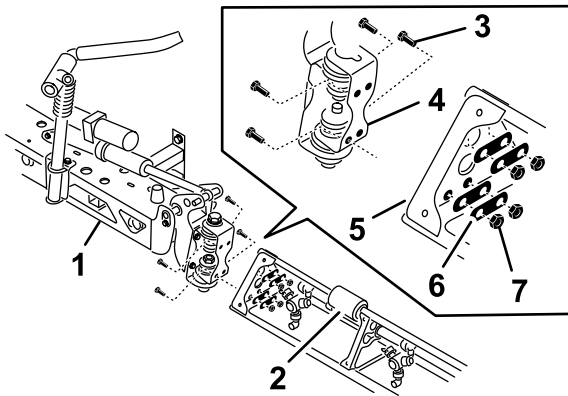

Bild 30
- Drehen Sie jede Schwenkhalterung am Ende des mittleren Auslegerabschnitts so, dass die Halterungen vertikal ausgefluchtet sind (Bild 30).
- Montieren Sie die Scharnierplatte mit vier Bundkopfschrauben, vier Rückplatten und vier Sicherungsbundmuttern an der dreieckigen Platte, die Sie in Schritt 1 entfernt haben, wie in Bild 30 abgebildet.
- Fluchten Sie das Stangenende des Auslegerhubzylinders mit den Löchern im Horn der Schwenkhalterung aus (Bild 30)
- Befestigen Sie das Stangenende der Schwenkhalterung mit einem Lastösenbolzen und einem Splint (Bild 30).